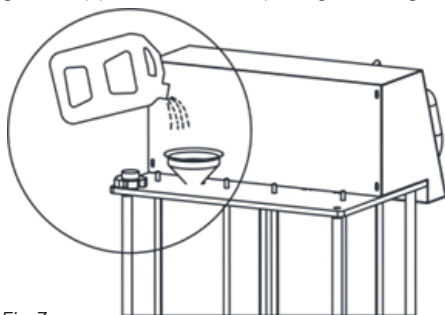

Fig 3.
2. Per le specifiche e la quantità dell'antigelo, consultare il manuale del veicolo. Aprire il tappo del nuovo serbatoio sul retro dell'unità, aggiungere l'antigelo nella quantità appropriata (max. 12 l) attraverso un imbuto e stringere il tappo del serbatoio per sigillarlo (Fig. 3).